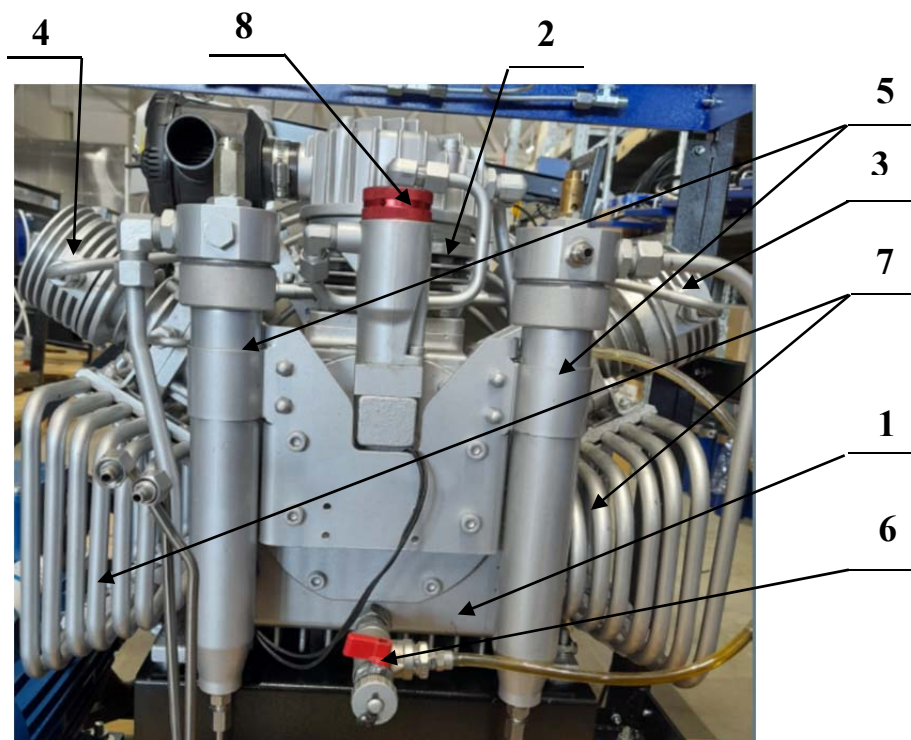
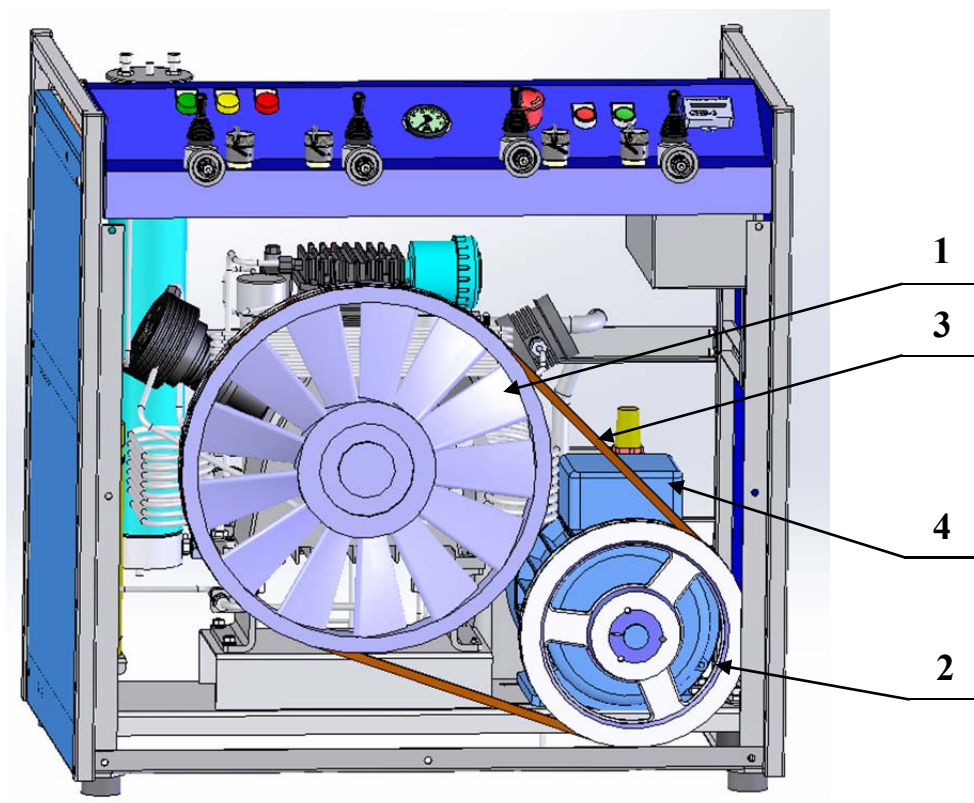

Рисунок 3- Блок компрессорный
Рисунок 7–Система привода
Блок компрессорный (рисунок 3) предназначен для сжатия воздуха до рабочего давления 30 МПа и имеет 3-х ступенчатую конструкцию с тремя цилиндрами. Блок жестко закреплен на основании болтами.
Блок компрессорный состоит из картера 1 (рисунок 3) и кривошипно-шатунного механизма (см. приложение В), цилиндропоршневой группы и клапанного механизма (см. приложение Г), сепараторов 5 (рисунок 3) (см. также приложение Д), системы охлаждения сжимаемого воздуха (см. приложение Е) и комбинированной системы смазки.
Кривошипно-шатунный механизм состоит из коленчатого вала 11 (приложение В), шатунов 15,17 (приложение В), поршней 28,31,69 (приложение Г) и цилиндров всех ступеней сжатия 2,3,4 (рисунок 3).
Система охлаждения осуществляет принудительное поступление воздуха, с целью охлаждения блока компрессорного и воздуха, проходящего по змеевикам-теплообменникам 7 (рисунок 3) после сжатия его в цилиндрах всех ступеней. Система охлаждения состоит из лопастного вентилятора 1 (рисунок 7), совмещённого со шкивом системы привода и змеевиков-теплообменников 7 (рисунок 3) первой, второй и третьей ступеней сжатия.
3.2.3 Привод компрессорного блока (рисунок 7) предназначен для передачи крутящего момента от электродвигателя на коленчатый вал кривошипно-шатунного механизма и состоит из шкива с лопастным вентилятором 1, шкива электродвигателя 2, клиновидного ремня 3 и электродвигателя 4.